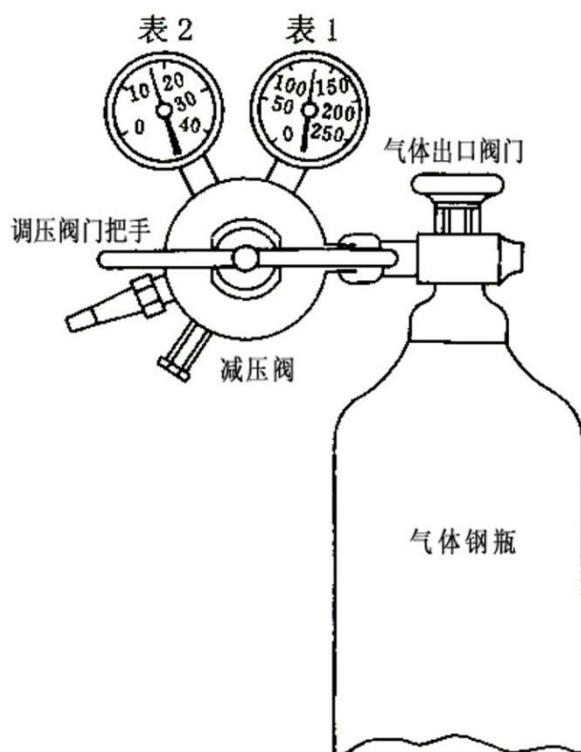

图2-5 气压表与钢瓶
(2) 钢瓶应存放阴凉、干燥、远离高温热源处。按规定钢瓶应定期进行压力、气密性测试等安全检查。
- (3) 严禁油或其他易燃有机物沾染氧气钢瓶。如有油沾染,应当用四氯化碳清洗。
- (4) 开启钢瓶阀门,严禁阀门口对准人,以防止高压气体突然冲出伤人。
- (5) 不要将钢瓶内的气体完全用尽,要留下一些气体,防止外界空气进入钢瓶。
- (6) 原则上有毒气体(如氯气等)和易燃气体(如氢气等)钢瓶应单独存放。
- (7) 不同气体的气压表一般不能混用。如可燃性气体(如H₂、C₂H₂等)的钢瓶气门螺纹是反扣的。而不燃性或助燃气体(如N₂、O₂)的钢瓶是正扣的。气压表的结构如下图2-5所示: